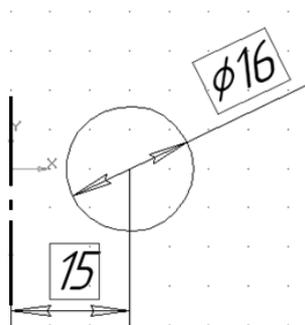

Рис. 7.7. Эскиз модели
4. В соответствии с рис. 7.7 постройте эскиз.